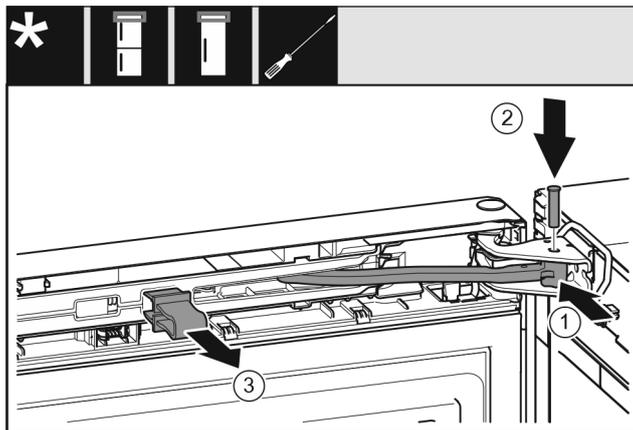

Fig. 50
- ▶ Drei leddet inn i lagerbukken. Fig. 50 (1)
- ▶ Sett inn bolten i lagerbukken og leddet. Pass samtidig på at låseboltet sitter korrekt i mutteren. Fig. 50 (2)
- ▶ Ta ut sikringen. Fig. 50 (3)